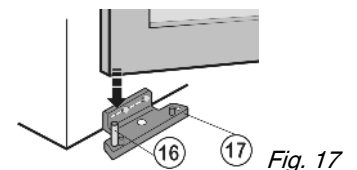

Fig. 17
- ▶ Placer la porte en bas sur le pivot Fig. 17 (16).